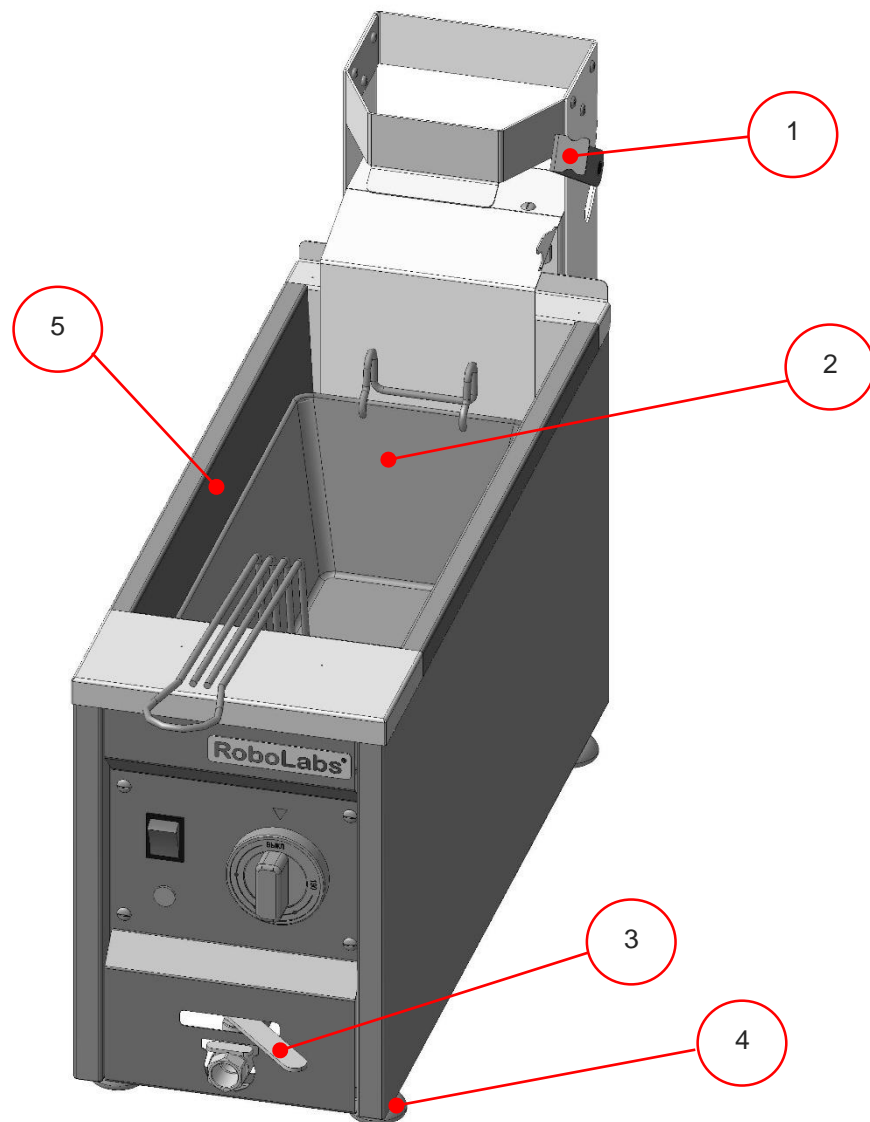

Рисунок 1:
- убедиться закрыт ли кран поз 3 рисунок 1 для слива масла.
2.3.6 Загрузите в корзину продукт в количестве не более 2,5 кг. Установить корзину поз.2 рисунок 1 на свое место.